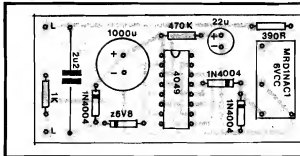

Fig. 3
- FIG. 3 - "CHAPEADO" DA MONTAGEM - Agora o "outro lado" da placa (com relação ao mostrado na fig. anterior...), já com as peças posicionadas, todas identificadas pelos seus códigos, valores, polaridades, etc. Norem que, em APE, os componentes são minuciosamente detalhados no chapeado, de modo a facilitar a interpretação por parte do montador... Em outras publicações, os componentes aparecem, nos "chapeados", re-codificados como "R1, C2, Q3, etc. o que obriga o montador a uma nova "tradução", fonte de erros e confusões que evitamos facilmente pela nosso método... De qualquer modo, os chamados componentes polarizados (que apresentam posição única e certa para inserção à placa...) devem merecer maior dose de atenção: o Integrado (com sua extremidade marcada "apontando" para o resistor de 470K), os diodos, inclusive o zener (todos com suas extremidades de contato nitidamente identificadas pela faixa ou anel em cor contrastante...), os capacitores eletrolíticos (com suas polaridades indicadas, tanto no visto "chapeado" quanto no próprio "corpo" do componente...), etc. Observar que